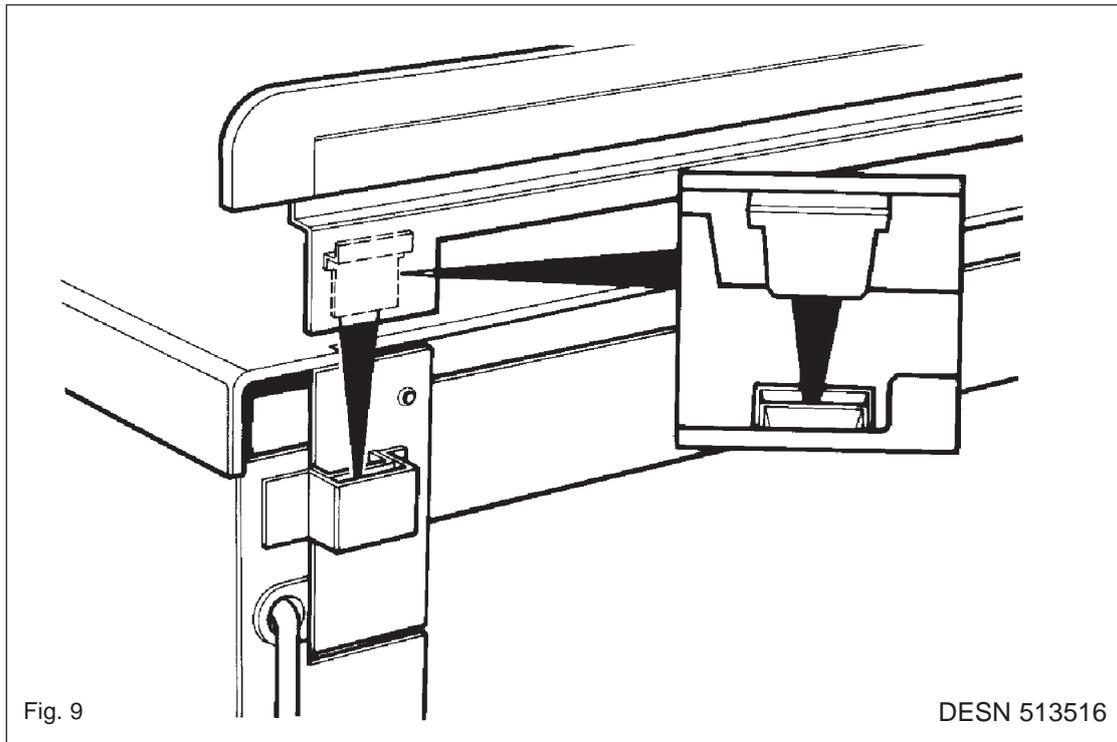

Fig. 9
1. Insérez les languettes situées à l'arrière de la plaque de protection contre les éclaboussures, dans les encoches situées en hauteur à l'arrière de la cuisinière. (Voir Fig. 9). Poussez à fond pour la fixer en place.